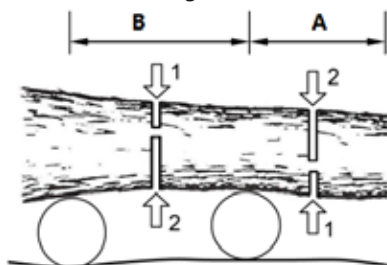

Figura 16
- Si corte en la zona A (vea la figura 16), sáquela desde la parte inferior de un tercio y termine con aserrar desde la parte superior. Si el corte en el área B, vio hacia abajo de la parte superior de un tercio y terminar con el aserrado desde la parte inferior.